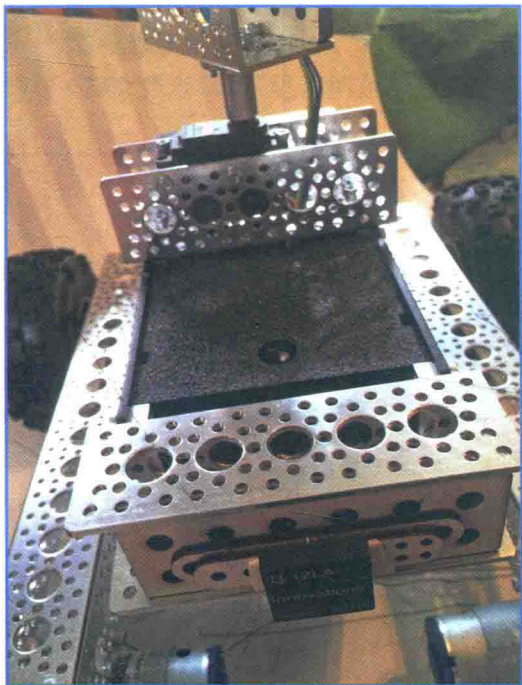

图 13.27 将传感器连接到漫游车
18. 和其他总成一样，将传感器粘贴在一块木片上。图 13.27 展示了外观。